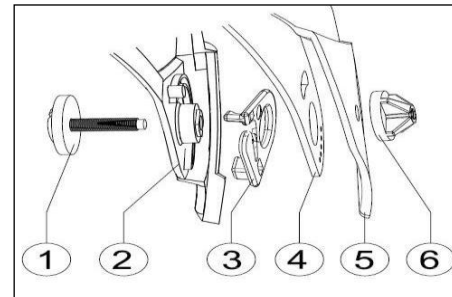

Fig. 1
1. Dévissez les vis (Fig. 1, point 1 et 6) sur les côtés.
2. Otez la coque avant (Fig. 1, point 5) en prenant soin de retirer la partie centrale de son support.
3. Otez la visière (Fig. 1, point 4)
4. Otez les stopper On/Off (Fig. 1, point 3)
5. Otez la partie latérale du casque (Fig. 1, point 2).
1. Placez le support du dispositif de maintien dans le logement de la coiffe (Fig. 1 point 1)
2. Introduisez-le stopper On/Off (Fig. 1 point 3)
3. Introduisez la visière (Fig. 1 point 4)
4. Mettez la coque avant en place (Fig. 1 point 5)
5. Serrez légèrement la vis (Fig. 1 point 1 et 6)